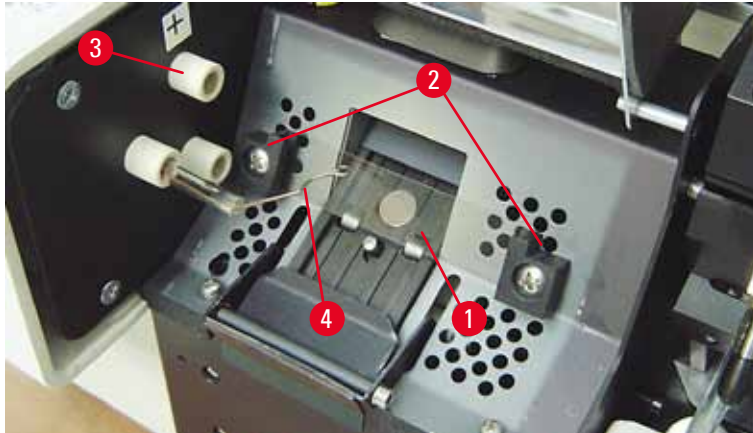

Fig. 17
5. Kontrollér, at kontaktfjederen (→ "Fig. 16-2") er fjernet fra lampens ladetråd (→ "Fig. 17-4"). (Se også (→ "Fig. 17") og (→ "Fig. 18-1")).